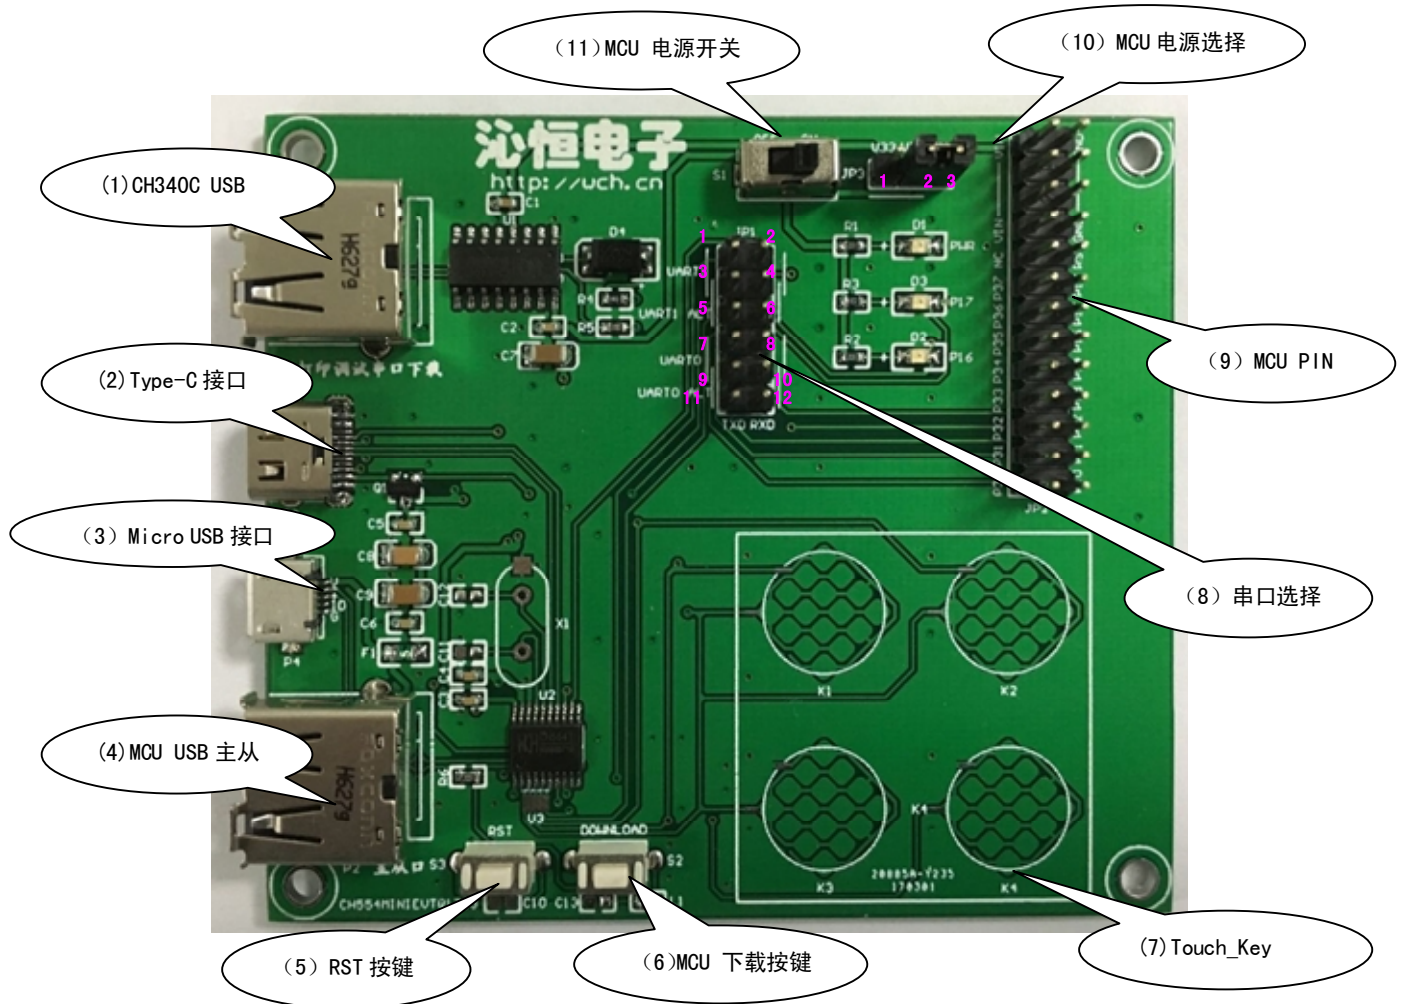

图 1.1
- 图 1.1 的 (10) 跳线选择 5V 供电 (2-3)；
- 按住图 1.1 的 (6) Download 键；
- 将 (3) 或 (4) 连接 PC；
- 松开 (6)；
- 使用 ISP 软件下载，具体参考 3.3 的 (1)；
- 图 1.1 的 (10) 跳线 (2-3) 选择 5V 供电；
- 上电时按住 (6) Download 键或不按；
- 串口下载使用芯片的 P16 (RXD) 和 P17 (TXD) 引脚，将图 1.1 (8) 选择串口 1；
- 按键下载：按住图 1.1 的 (6) Download 键，通过 (1) 连接 PC，松开按键；
- 无按键下载：ISP 工具先点击下载，然后通过 (1) 连接 PC，松开按键；